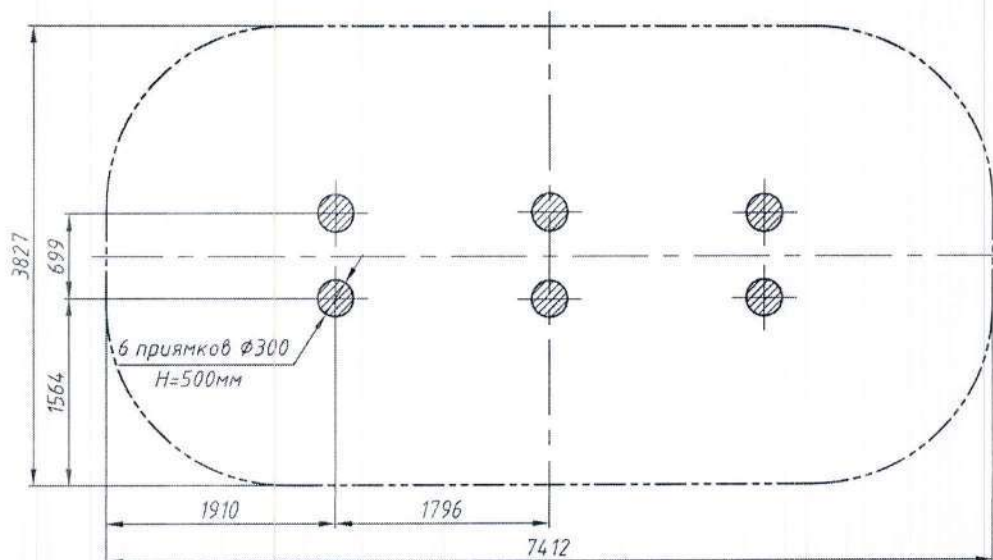

Рис.3 План фундамента Эстакады РТР 729Е-01
12.5. Монтаж заключается в сборке составных элементов эстакады с последующим бетонированием металлических столбов в заранее подготовленные прямки. Фундаментные прямки выполняются в соответствии с планом фундамента (рис. 3).